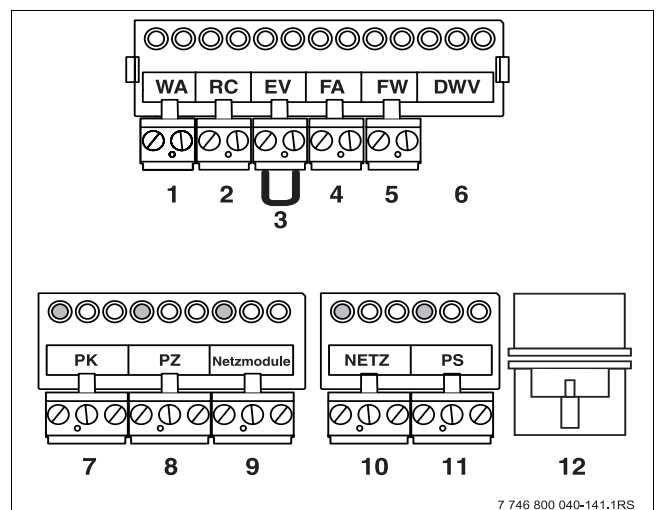

Bild 26 Anschlusskasten und Klemmleiste
- Raumbedieneinheit RC20, RC30/RC35 an die orangefarbene Klemme RC (→ Bild 26, (2)) anschließen. Hierzu ein zweiadriges Stromkabel von jeweils 0,4 bis 0,75 mm² verwenden.
- Regelgeräte an die orangefarbene Klemme RC (→ Bild 26, (2)) anschließen. Hierzu ein zweiadriges Stromkabel von jeweils 0,4 bis 0,75 mm² verwenden.
- Ein-/Aus-Temperaturregler an der Klemmleiste an Position WA (→ Bild 26, (1)) anschließen. Der maximal zulässige Widerstand dieses Kreises ist 100 Ω. Hierzu ein zweiadriges Stromkabel von jeweils 0,4 bis 0,75 mm² verwenden.
- Steckbrücke an der Klemme EV (→ Bild 26, (3)) entfernen.
- Außentemperaturfühler an der blauen Klemme FA (→ Bild 26, (4)) anschließen. Hierzu ein zweiadriges Stromkabel von jeweils 0,4 bis 0,75 mm² verwenden.